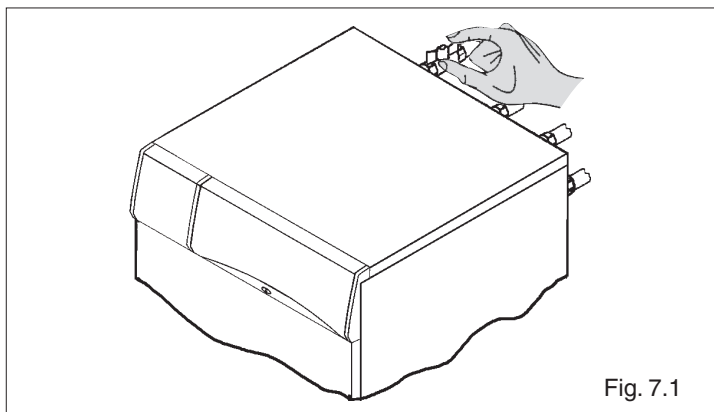

Fig. 7.1
- verificare che i rubinetti dell'acqua dell'impianto sanitario siano aperti (Fig. 7.1)